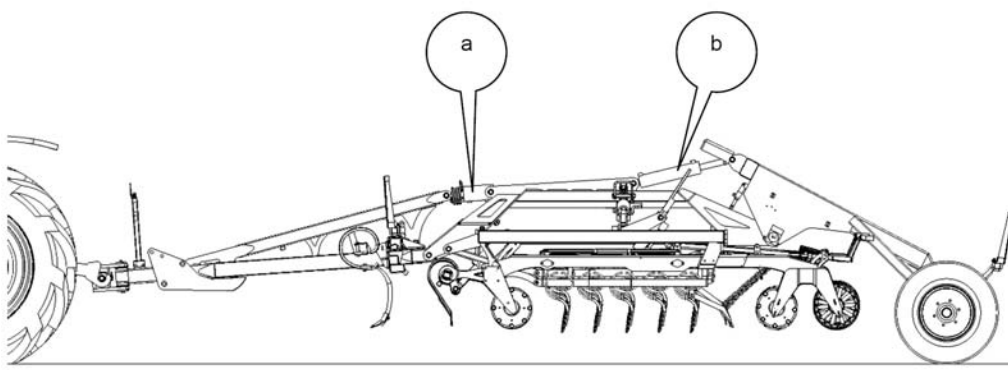

Fig. 11 Position på forlandet
Efter at der findes kultivatorens korrekte arbejdsposition med henblik på at løfte maskinen på forlandet, skal man kun bruge hydrauliksystemet, ved at ændre position af cylindre (a) og (b) (Fig. 11) .
- løft maskinen vha. hydrauliklinjen, som styrer trækstangens (a) og transportvognens (b) cylindre (Fig. 11)
- sænk maskinen vha. cylindre (a) og (b) (Fig. 11), således, at den hviler på pladerne ved trækstangens cylinder og transportlåsen
- løft maskinen vha. cylindre (a) og (b) (Fig. 11)
Inden du påbegynder justering af arbejdsdybden skal kultivatoren løftes vha. cylindre (a) og (b) (Fig. 11).